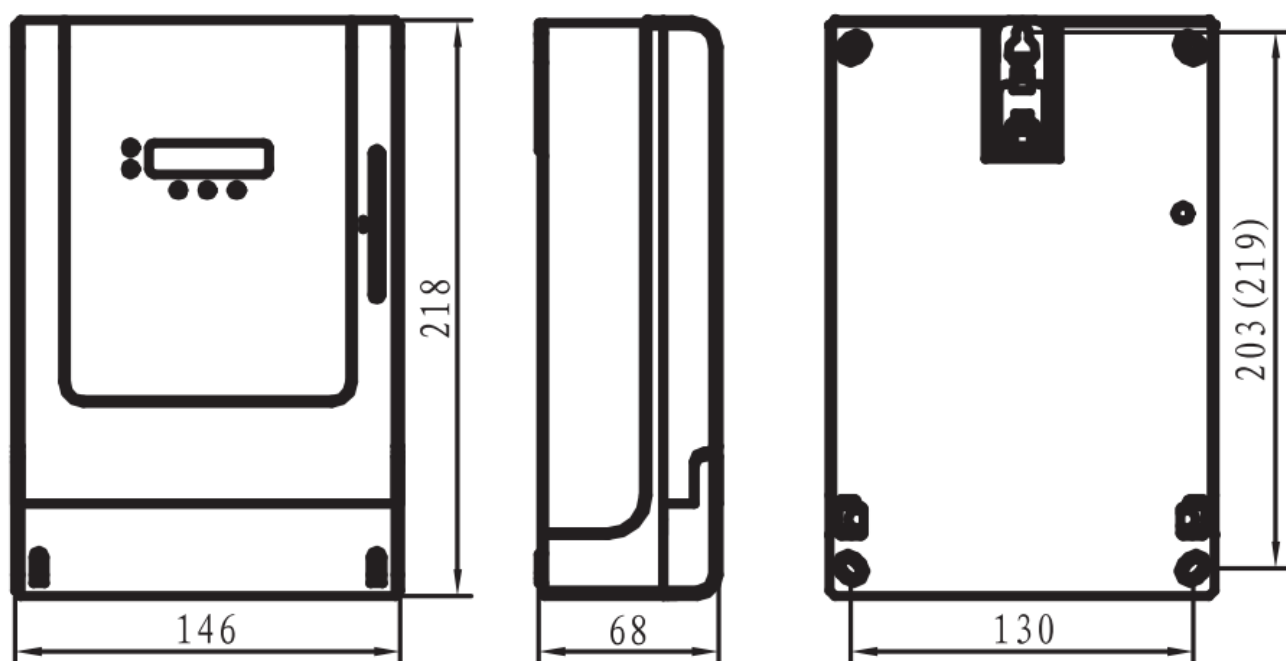
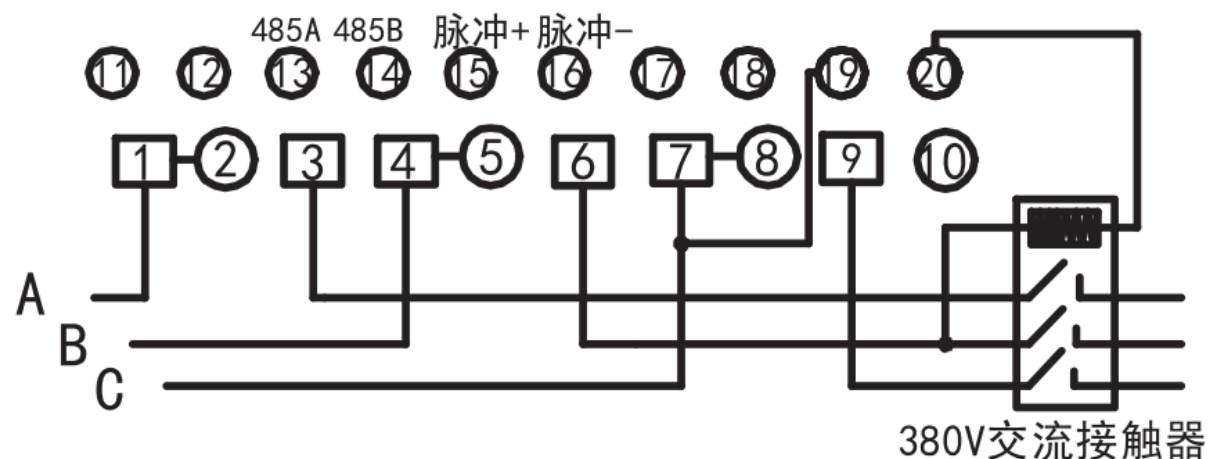

图 5 外形及安装尺寸
图 11 直接式、外接交流接触器接线图
- 7.12 外形及安装尺寸图如图 5 所示。
- 图 5~图 11 中是采用交流接触器作为断电装置的接线图，其他断电装置的接线图见附录中的“特别提醒”；断电装置需由用户自己购配。
- 图 5~图 11 中 485A、485B 端子仅在含有 485 通信功能的电能表中有效。